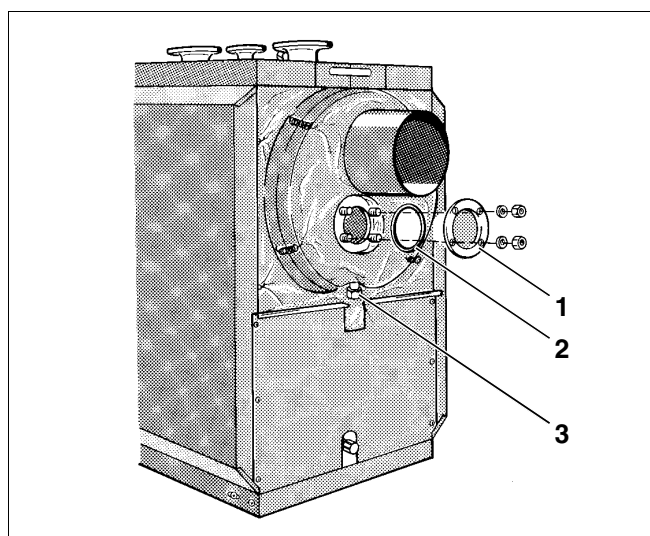

Fig. 28 Curățarea cazanului de încălzire
- Secționați izolația termică în sus (Fig. 28).
- Deșurubați piulițele (Fig. 28, **Poz. 1**) capacului de curățare.
- **Îndepărtați capacul orificiului de curățare și eliminați rugina (Fig. 28).**
- Verificați garniturile de la ușa cazanului și orificiul de curățare (Fig. 28, **Poz. 2**) și eventual schimbați-le.
Particulele de curățare pot pătrunde, (Fig. 28, **Poz. 3**) datorită procesului de curățare, în colectorul gazelor de evacuare.